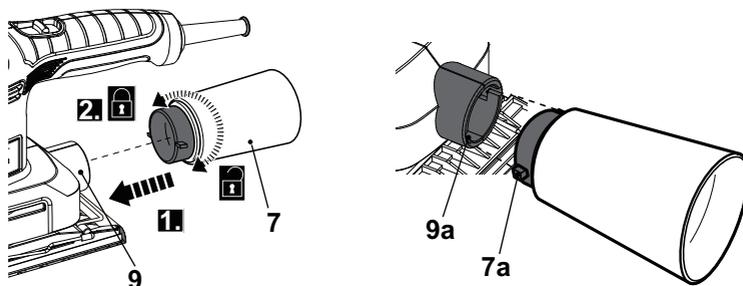

Fig. 19
- > Alignez les picots (7a) avec les encoches (9a) puis insérez l'adaptateur d'aspiration (7) dans la buse d'évacuation des poussières (9) jusqu'en butée (Fig. 19, étape 1).
- > Tournez l'adaptateur d'aspiration (7) dans le sens horaire pour le verrouiller en place (Fig. 19, étape 2).